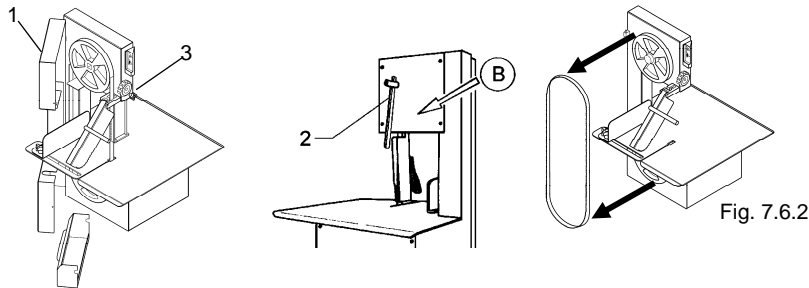

Fig. 7.6.2
7.6.2 - Sostituzione della lama (Fig. 7.6.2)
- Portare la leva "2" verso il basso, come indicato nella Fig. 7.6.2 dalla freccia "B".